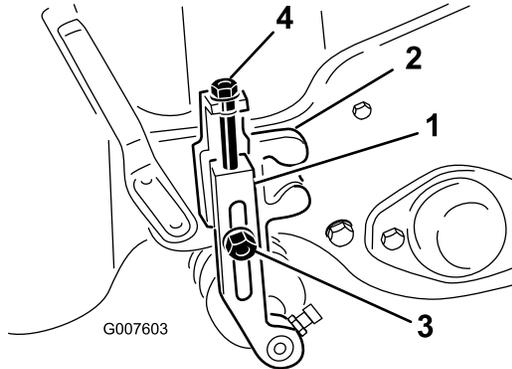

Figura 47
2. Afloje las contratuercas que sujetan los brazos de ajuste de la altura de corte a los soportes de ajuste (Figura 47).